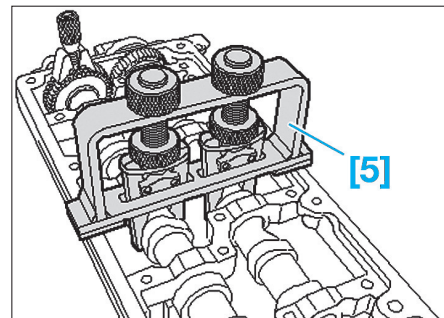

Fig. 60
- Place l'outil de calage [5] comme indiqué et fixer de cette manière les arbres à cames dans le palier (Fig.60).